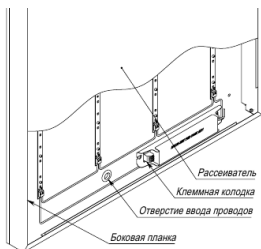

Рис.1. Внутренний вид светильника
- Повернуть боковую планку (см.рис.1);
- Выдвинуть Рассеиватель (переднюю крышку) (см.рис.1);
- Завести провода через отверстие на задней стенке светильника (см.рис.1);